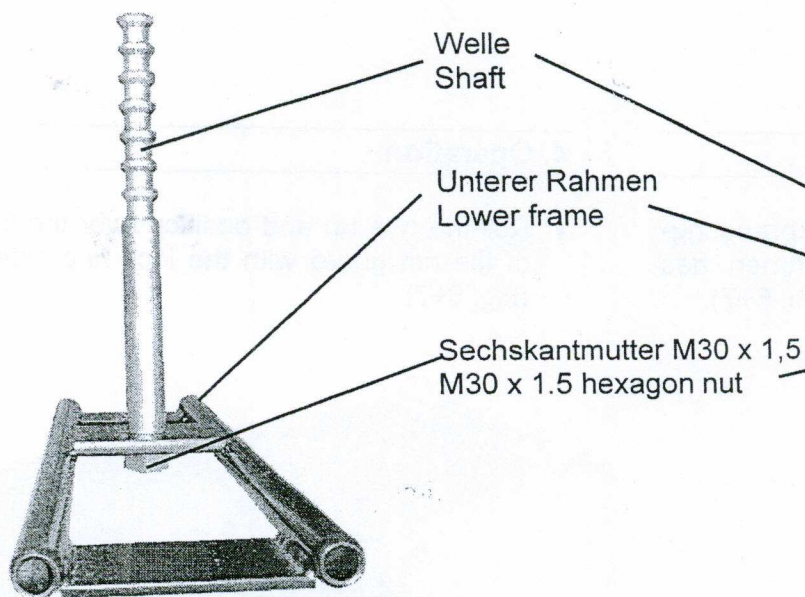

Abb. 2 / fig 2
- Teile aus dem Versandkarton entnehmen und Welle mittels der Sechskantmutter M30 x 1,5 mit dem unteren Rahmen fest verschrauben. (Abb. 2+3)
- Remove components from the shipping carton and fix shaft to the lower frame using the M30 x 1,5 hexagon nut. (Figs. 2+3)